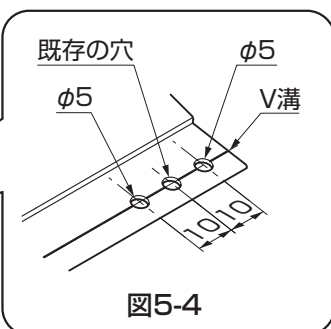

図5-4
- ①外観右側の垂木掛け端部を表5-2を参照して切詰めてください。
- ②外観左側の垂木掛けの右端の方立組付金具を取外してください。(5-3参照)
- ③外観左側の垂木掛けの右端のV溝上にφ5の穴をあけてください。(図5-4参照)